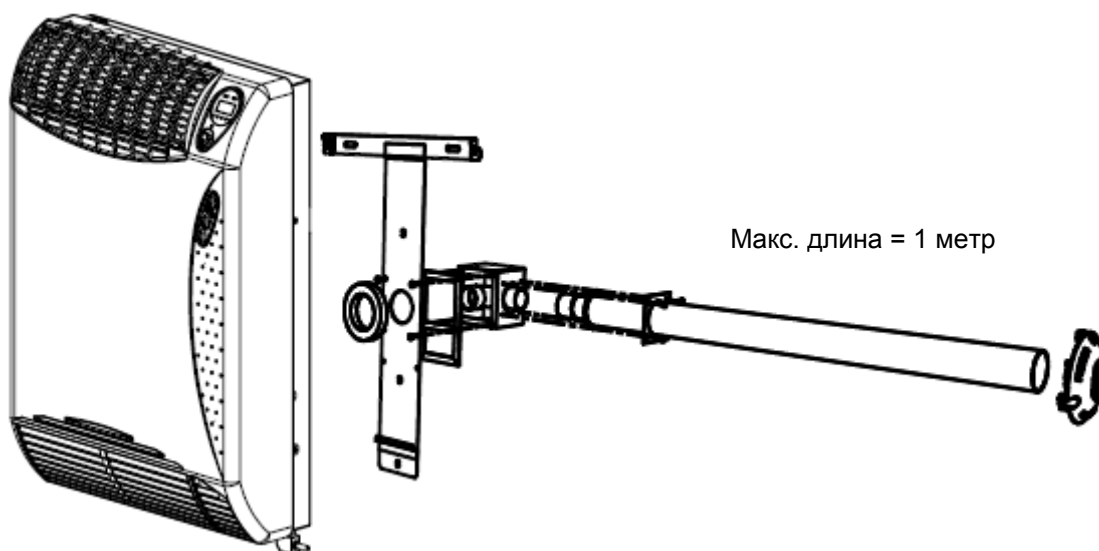

Рисунок 6 – Пример установки двойной трубы под углом в 90 градусов
- Двойные трубы располагаются до углом в 90 градусов (макс. длина трубы 1 метр) (см. Рисунок 6). В последнем случае используется фланец для трубы, изогнутый под углом в 90 градусов, который поставляется как дополнительный аксессуар (см. Раздел «Аксессуары»).